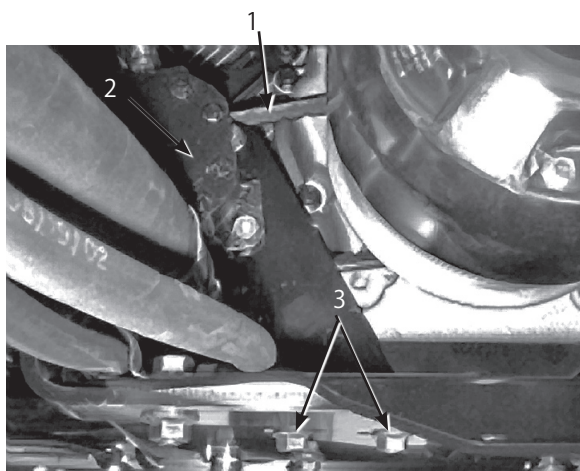

図53
2. ポンプ固定ボルト (図53) をゆるめる。
- 図53で○で囲んで表示している部分の可動部に潤滑剤 (Toro潤滑スプレー; 代理店で購入可能) をスプレーする。